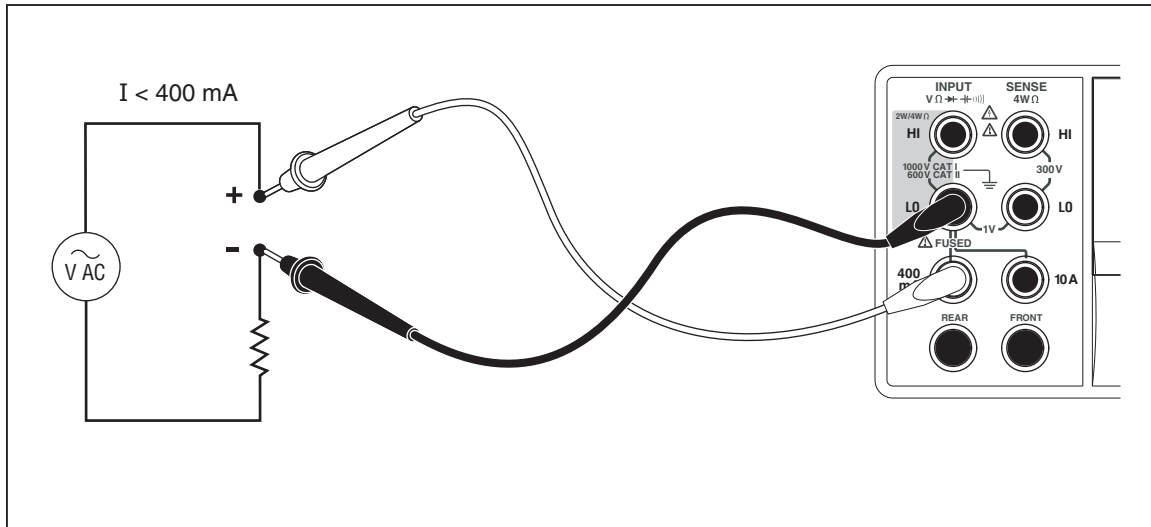
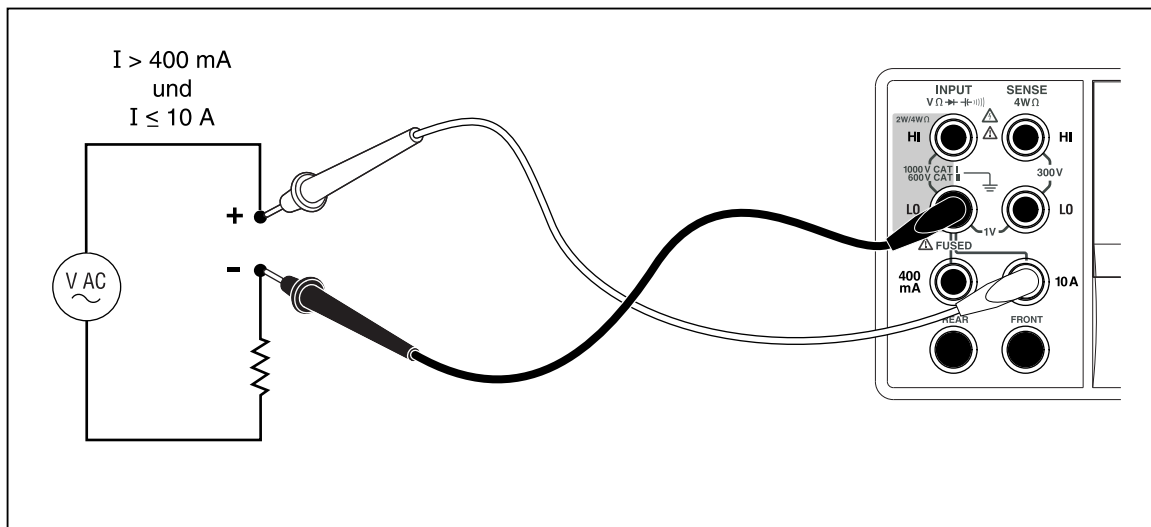

Abbildung 4-4. Eingangsanschlüsse für Strommessungen unter 400 mA
Abbildung 4-5. Eingangsanschlüsse für Strommessungen über 400 mA
Das Messgerät kann sowohl Wechselstrom- als auch Gleichstrommessungen bis 10 A durchführen. Es werden zwei separate Eingangsanschlüsse in Verbindung mit dem **LO**-Anschluss für Strommessungen verwendet. Für beste Auflösung sollten Strommessungen, die 400 mA nicht übersteigen, gemäß Abbildung 4-4 mit den Eingangsanschlüssen **LO** und **mA** durchgeführt werden.
Strommessungen im Bereich von 400 mA und 10 A werden gemäß Abbildung 4-5 mit den Anschlüssen **Input LO** und **10A** durchgeführt.
1. Die Messleitungen gemäß Abbildung 4-4 (Ströme kleiner 400 mA) bzw. Abbildung 4-5 (Ströme bis 10 A) an den Eingangsanschlüssen des Messgeräts und an den zu messenden Stromkreis anschließen.
1. Die Messleitungen je nach dem zu erwartenden Strompegel gemäß Abbildung 4-4 bzw. Abbildung 4-5 an den Eingangsanschlüssen des Messgeräts und an den zu messenden Stromkreis anschließen.